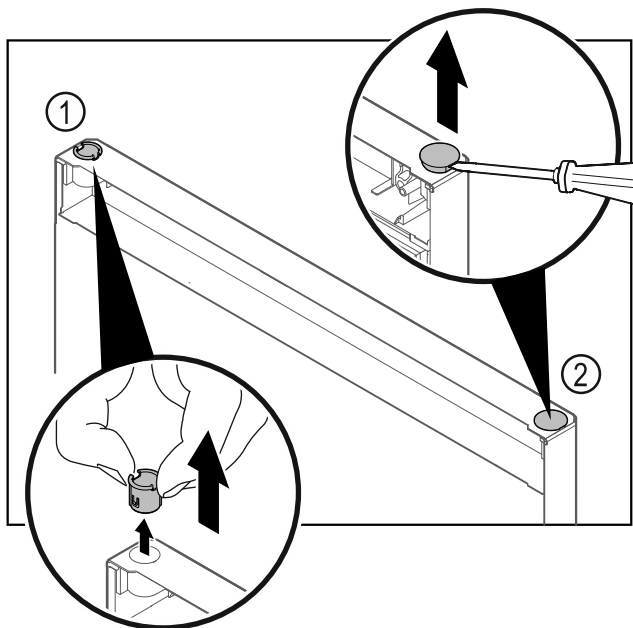

Fig. 35 Vrata zamrzovalnika
- ▶ Pušo tečaja Fig. 35 (1) snemite s prsti.
- ▶ S ploščatim izvijačem previdno dvignite krovni čep Fig. 35 (2) in ga izvlecite.